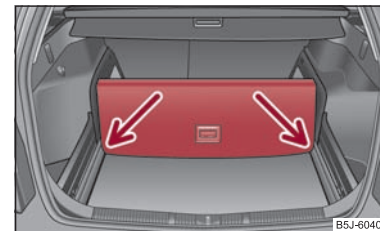

Abb. 64 Gepäckraum unterteilen
- Heben Sie den Teil mit der Halterung an und sichern Sie diesen durch Einschieben in die Nuten ⇒ Abb. 64. ■